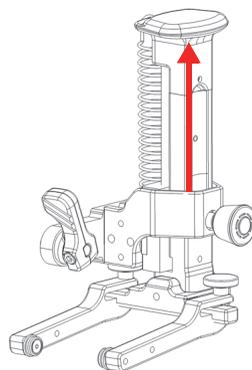

Figure 3-4 Glissement du rail en position verrouillée
9. Pour faciliter l'installation, soulevez les supports de sonde en faisant glisser le rail du bras à ressort vers le haut jusqu'à ce qu'il atteigne la position verrouillée (Figure 3-4 à la page 65).